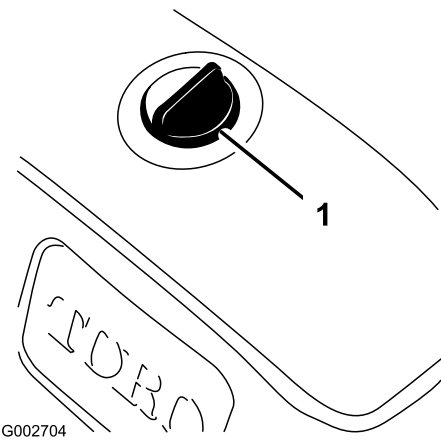

Figura 8
3. Limpie la zona alrededor del tapón del depósito hidráulico para evitar que entre suciedad en el depósito (Figura 8).